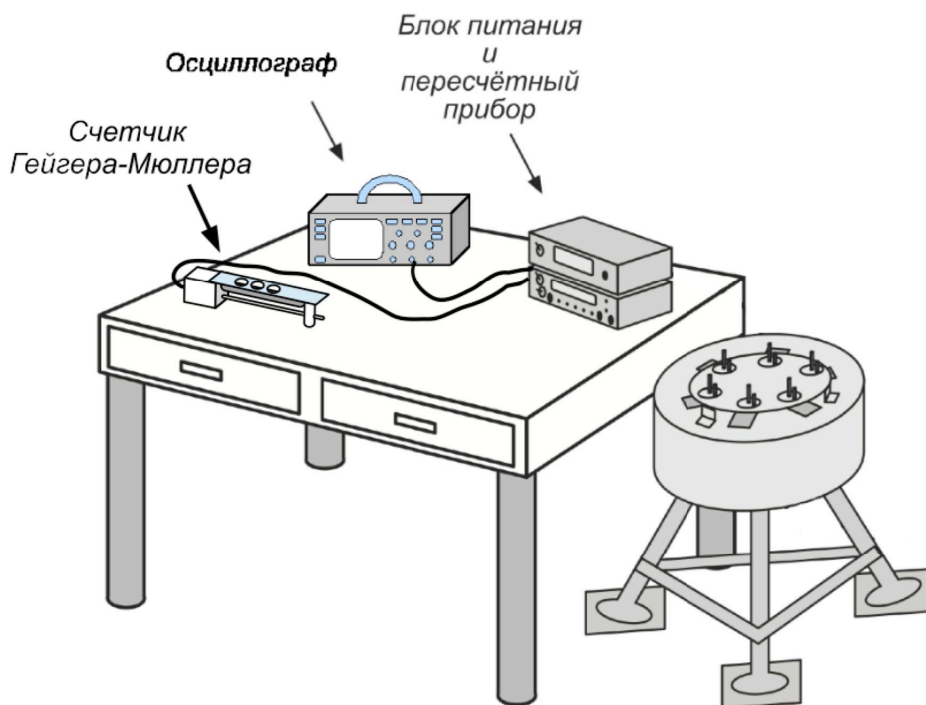

Рисунок 1: Общий вид лабораторной установки.
Лабораторная установка показана на рис.1. Блок-схема представлена на рис.2. Счётчик Гейгера-Мюллера (2) окружен свинцовой защитой (на рисунках не показана). Источники ионизирующего излучения (1) устанавливаются на специальной подставке в специальных ячейках. Во время измерения фона или когда источники не используются, источники убираются за свинцовую защиту или как можно дальше от счетчика. Импульсы тока со счётчика усиливаются и формируются формирователем (3). Высокое напряжение на счётчик подаётся с высоковольтного блока (4). С выхода формирователя импульсы поступают на счётный прибор (5). Для наблюдения импульсов и оценки разрешающего времени схемы используется осциллограф (6).